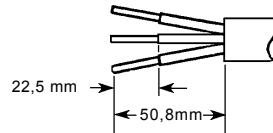

Fig. 2
- Dénuder le cordon de sa gaine et les conducteurs de leur isolant conformément à la figure 2.